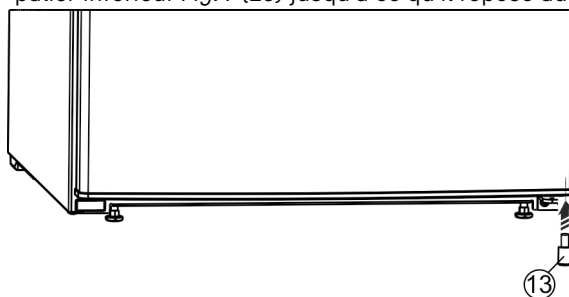

Fig. 9
- Réinstaller la butée Fig. 9 (13) en bas à droite sur le porte, car elle joue un rôle important dans la stabilité de l'appareil.